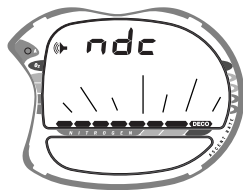

Fig. 31 - Einstellung Alarm
- Die Anzeigen **ndc** und das Lautsprechersymbol erscheinen, die volle Balkenanzeige blinkt (Abb. 31).